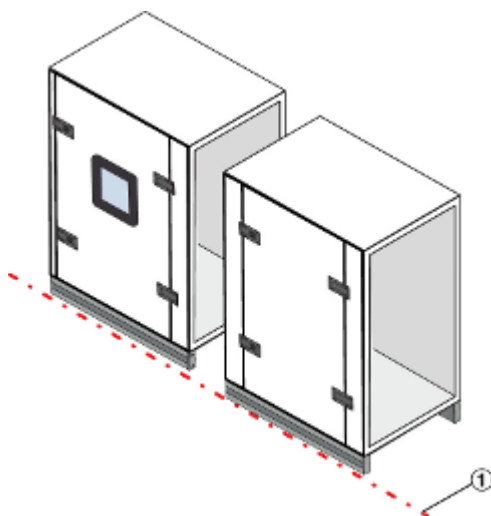

Abb. 13: RLT-Bauteile ausrichten
- 5 ▶ Die RLT-Bauteile an einer Linie (Abb. 13 /1) fluchtend ausrichten.